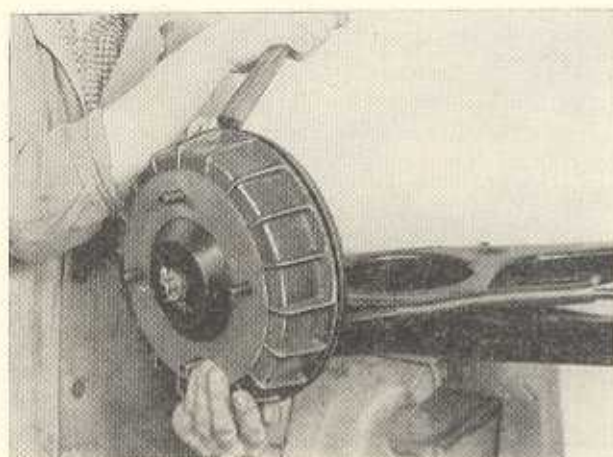

Bild F 71. Bremstrommel mit Hammerstiel losschlagen
1. Halbachse im Schraubstock mit Weichmetallbacken einspannen. Aufgesteckte Bremstrommel abheben (eventuell mit Hammerstiel losschlagen) (Bild F 71).